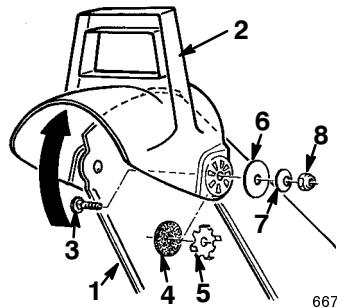

Figure 13
- Fixez le côté gauche du déflecteur à l'éjecteur à l'aide des pièces requises comme illustré à la Figure 13.